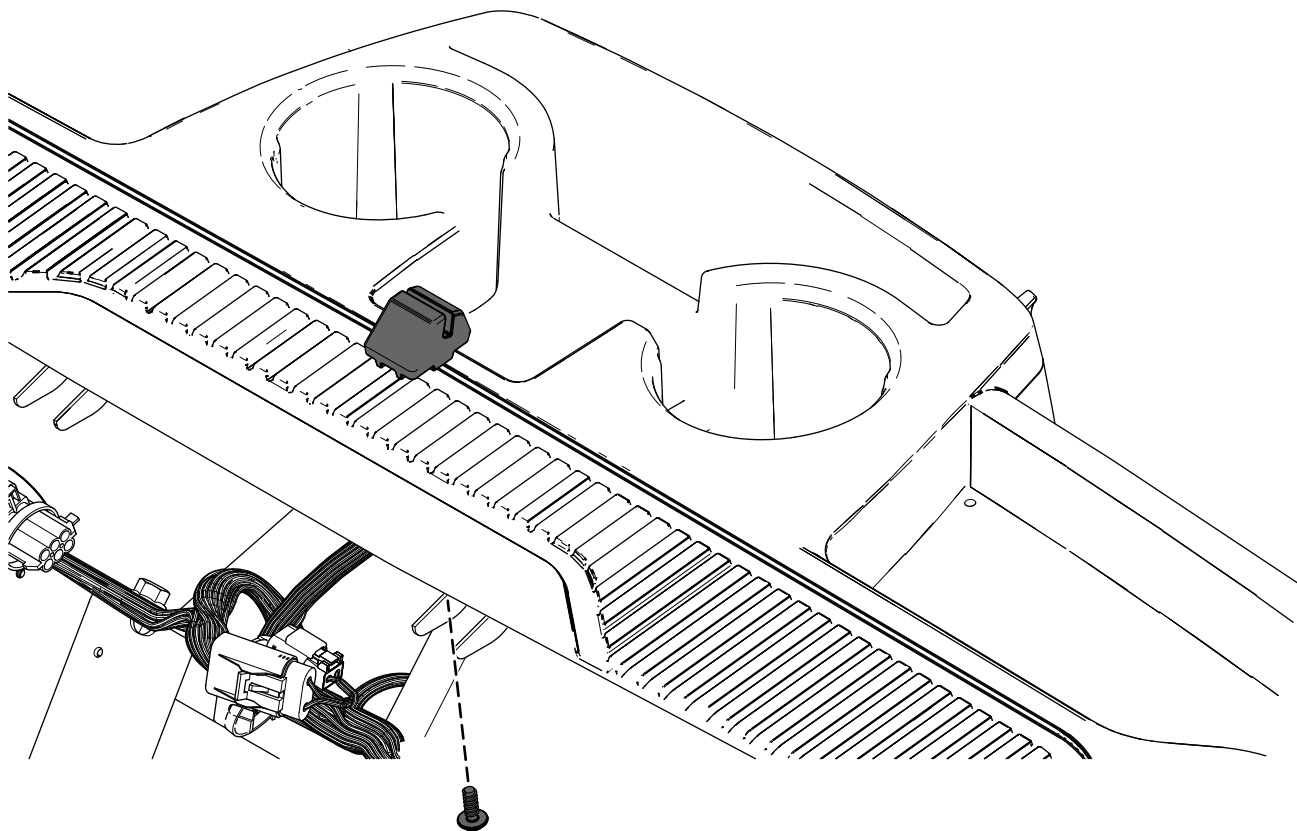

図 2
3. 出来た穴に、デルタポイントねじを使用して中央風防サポートを取り付ける図 2。